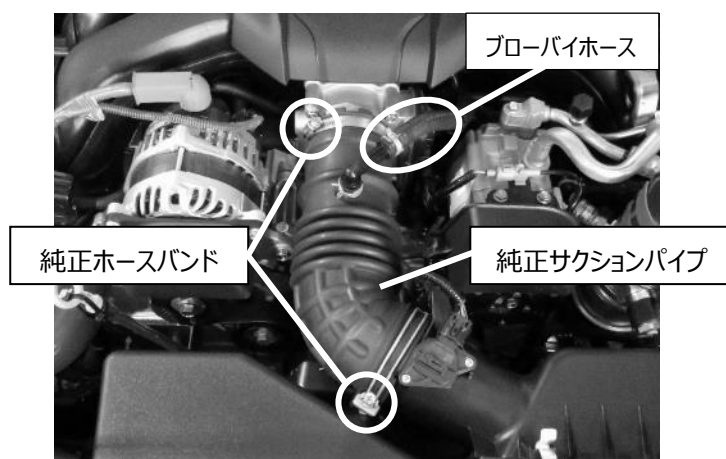

図 1
- 2) 純正ブロバイホースバンド 1 ケ所を緩めてブロバイホースを切り離します。(図 1)
- 3) 純正ホースバンド 2 ケ所を緩め、純正サクションパイプを取り外します。(図 1)